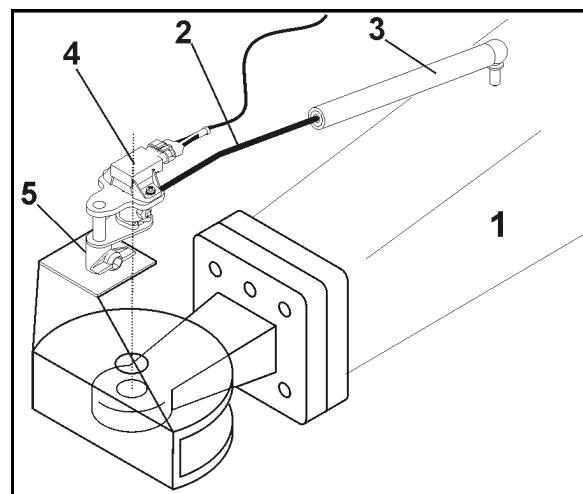

Fig. 37
Sistemul de comandă AutoTrail pentru păstrarea automată a urmei sesizează poziția unghiulară a proțapului (Fig. 37/1) spre direcția de mers a tractorului.
1. Introduceți bara unghiulară (Fig. 37/2) în bucșa de material plastic (Fig. 37/3).
2. Introduceți traductorul pentru unghiul de rotație (Fig. 37/4) în dispozitivul de preluare (Fig. 37/5).